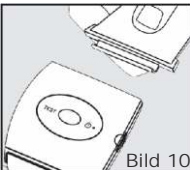

Bild 10
Öffnen Sie beide Klettverschlüsse auf der Außenseite des Armbands und lockern Sie das Band, bis der Klettverschluss an der Armbandhalterung ⑥ anstößt. Anschließend heben Sie die Armbandhalterung ⑥ nach oben an, um sie vom Gehäuse auszuhaken (Bild 10).